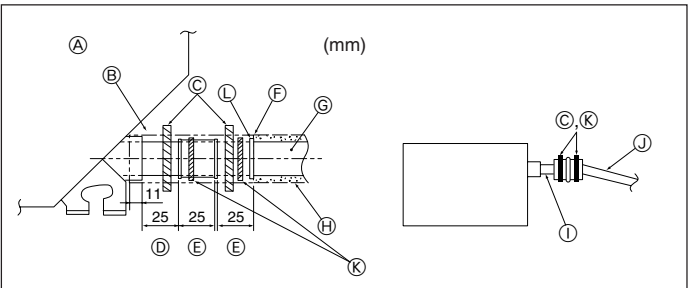

Fig. 3-5
- 1 Ligue o bocal de drenagem (fornecido com a unidade) à porta de drenagem. (Fig. 3-5) (Fixe o tubo com adesivo PVC e depois ate-o com uma banda.)